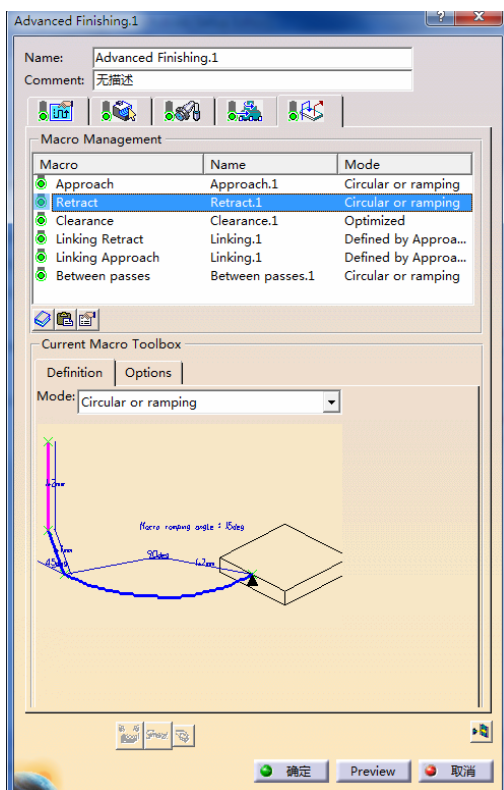

图 3-179 设置“Retract”参数(9)
- 在“Macro Management”区域的列表框中选择“Retract”, 单击鼠标右键, 在弹出的快捷菜单中选择 Activate 命令, 在“mode”下拉列表中选择“Circular or ramping”, 设置“Retract”参数(9)如图 3-179 所示。